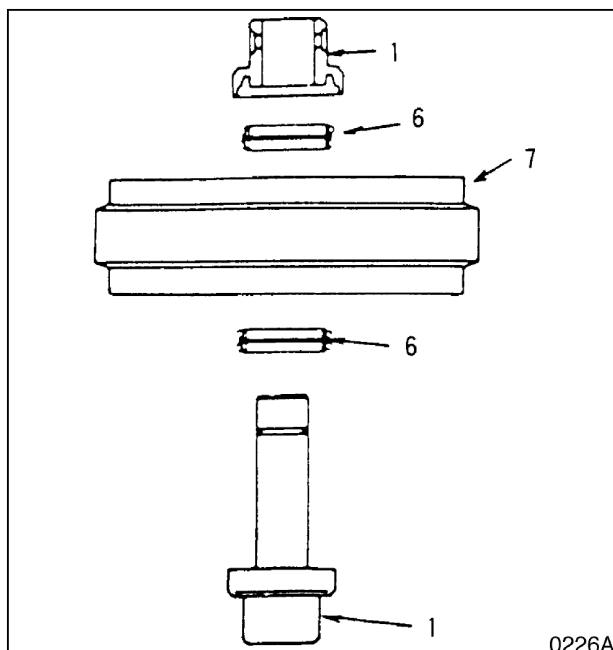

Рис. 22
- Отделите групповое уплотнение (6, рис. 22) от направляющего колеса (7) и подшипника (1).